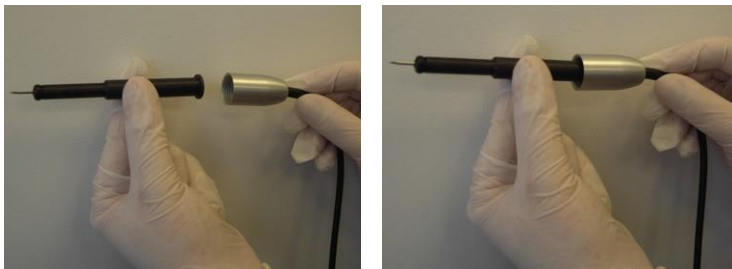

Figure 3-71. Insertion du porte-lame dans la base de la pièce à main
5. Insérez le porte-lame dans la base de la pièce à main comme illustré à la Figure 3-71.